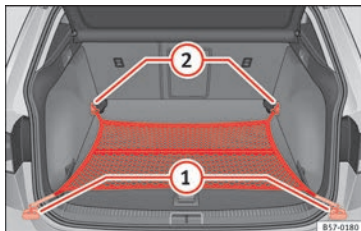

Abb. 167 Im Gepäckraum: flach eingehängtes Gepäckraumnetz.
- Heben Sie ggf. die vorderen Verzurösen » Abb. 167 ② an.
- Hängen Sie die Haken in die Verzurösen ② » » ⚠ ein. Der Reißverschluss des Gepäckraumnetzes muss dabei nach oben zeigen.
- Hängen Sie die Haken in die Verzurösen ① ein.